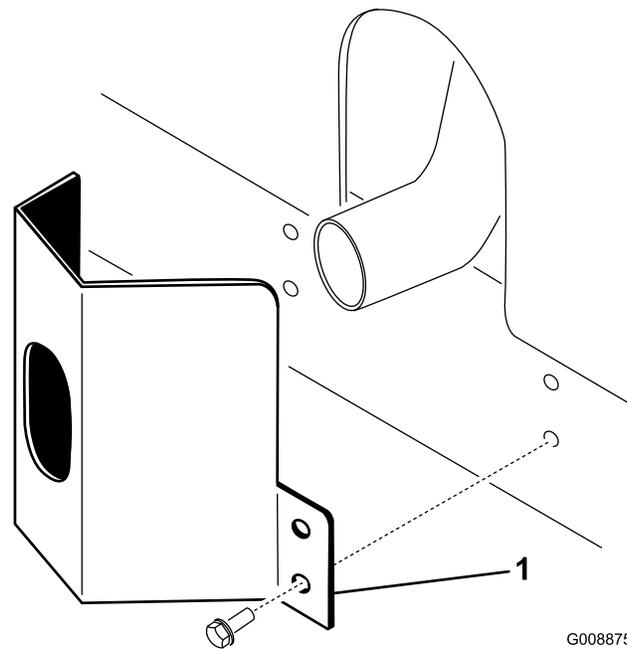

Figura 10
2. Prenda a cobertura do escape ao chassi utilizando 4 parafusos autorroscantes (Figura 10).
1. Coloque a cobertura do escape à volta da panela do escape, enquanto estiver a alinhar os orifícios de montagem com os orifícios no chassi (Figura 10).